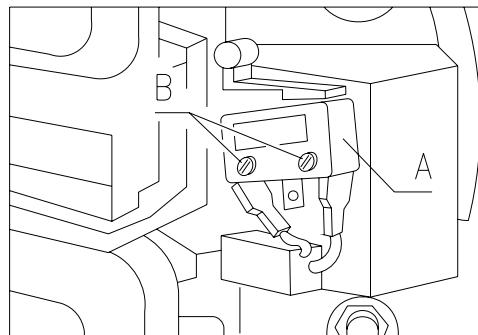

Abb. 17
8.9 AUSWECHSELN MIKROSCHALTER ENTNAHMEKLAPPE ABB. 17 ⚡⚠